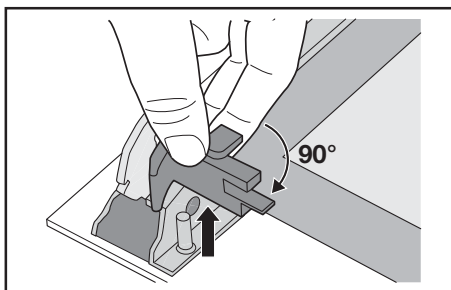

Figura 6
- 8) rotiți la 90° și apoi înlăturați cele 2 opritoare (Figura 6);